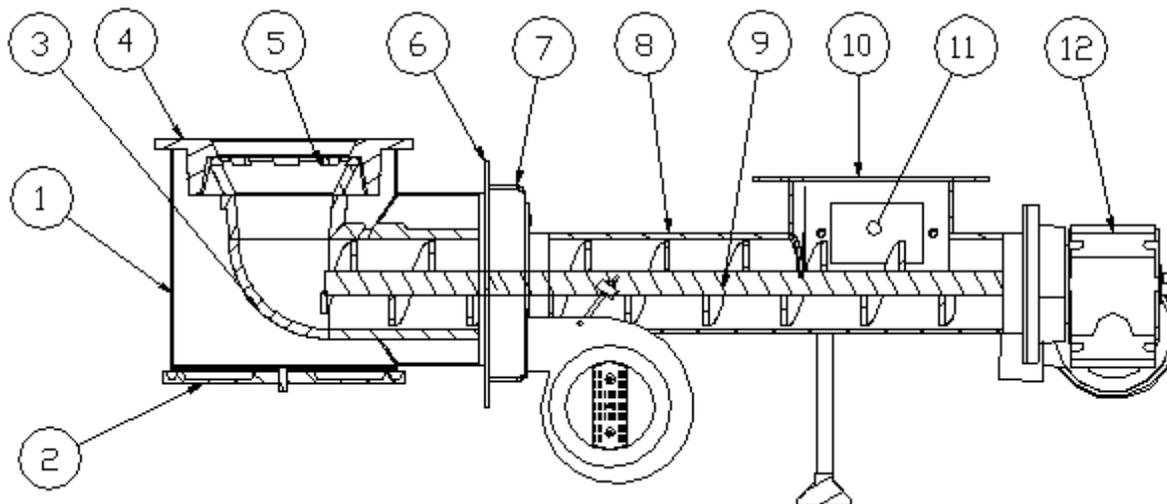

Рис. 6 Строение устройства подачи твердого топлива
Открутить и вынуть болты (7) вместе с шайбами (8). Достать детали (9) и (10) и уплотнительный шнур. С внутренней стороны дверцы выбить колышек (11) и достать ручку (12). Ручку установить, как показано на рис.6, забить колышек (11). Затем вставить уплотнительный шнур и соединить детали (9) и (10) болтами (7) с шайбами (8).. Дверцу установить на котле.